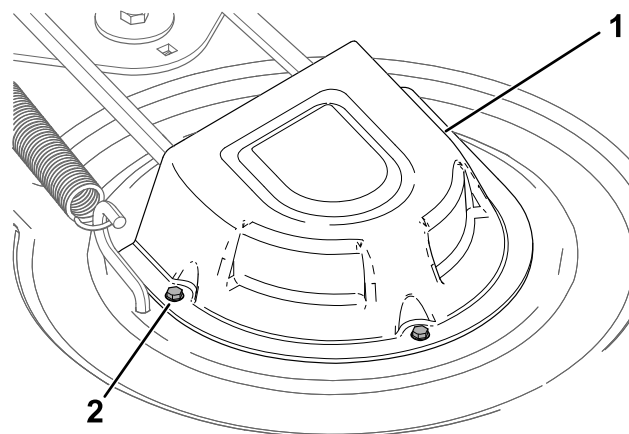

Figura 55
5. Allentate le viti e rimuovete le coperture delle pulegge (Figura 55).